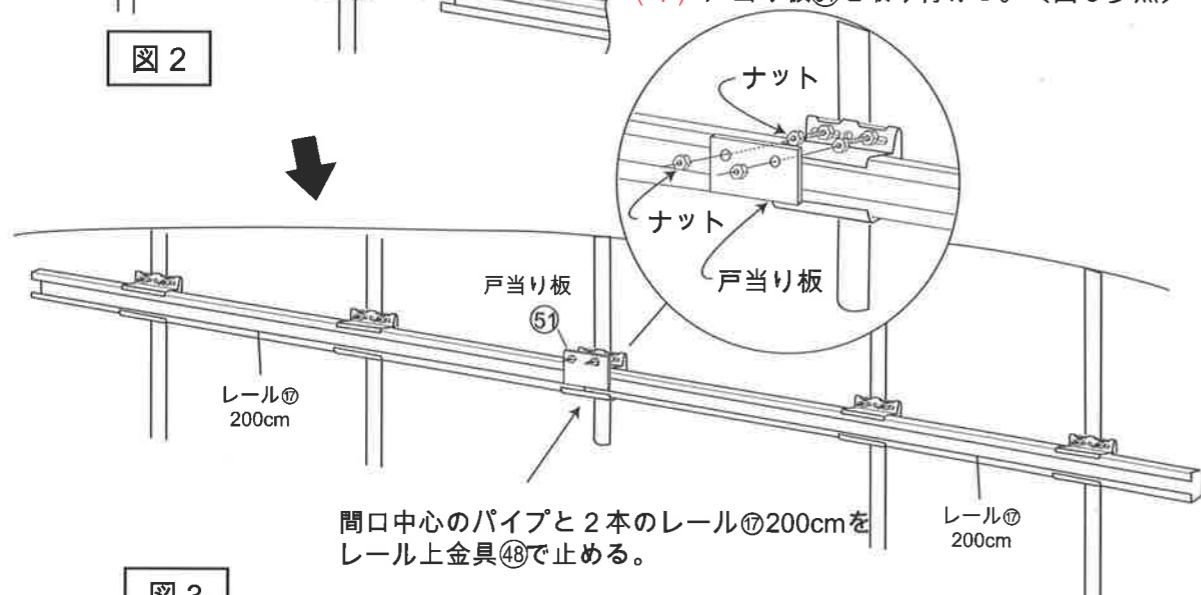

図 3
- (3) 間口中心のパイプと2本のレール200cmをレール上金具④⑧で止める。(図3参照)
- (4) 戸当り板⑤①を取り付ける。(図3参照)